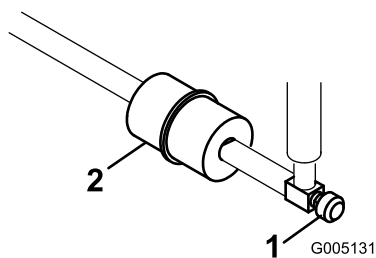

Figura 38
Está incorporado um filtro no interior da tubagem entre o depósito de combustível e o carburador (Figura 38). Substitua o filtro a cada 800 horas ou antes, se o fluxo de combustível ficar restrito. Certifique-se de que a seta no filtro aponta para o depósito de combustível.
1. Feche a válvula de alimentação de combustível, desaperte a braçadeira de tubo no filtro do lado do carburador e retire a linha de combustível do filtro (Figura 38).
2. Coloque um recipiente de escoamento debaixo do filtro, desaperte as restantes braçadeiras de tubo e retire o filtro (Figura 38).